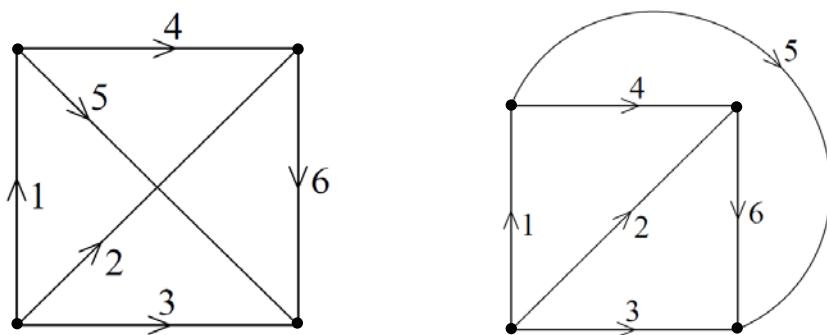

Рисунок 19 – Изоморфные графы
*Графы, имеющие одинаковые количества узлов и ветвей, соединенных между собой одинаковым образом, называются изоморфными* (рисунок 19). Изменяя длину и форму ветвей, а также взаимное расположение узлов графа на плоскости, можно получить бесчисленное множество графов, изоморфных исходному. Такие преобразования графа называются *изоморфными преобразованиями*. Каждый из вариантов изображения графа, полученный такими преобразованиями, называется его *геометрической реализацией*.